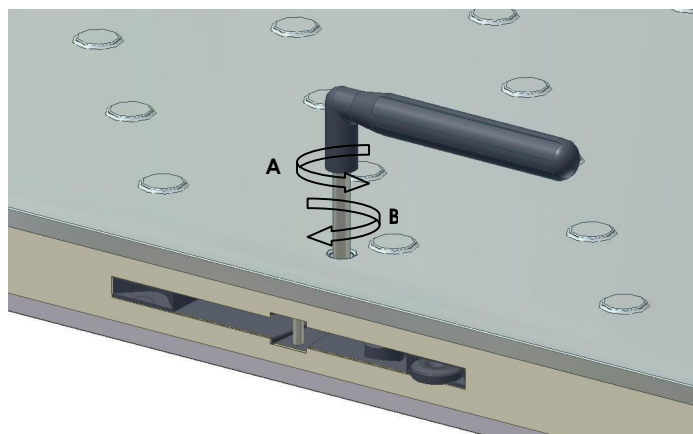

Fig. 3
- Rodar a chave no sentido contrário aos ponteiros do relógio até parar (Fig. 3 – Sentido **A**);
- Rodar a chave no sentido oposto até apertar (Fig. 3 – Sentido **B**)